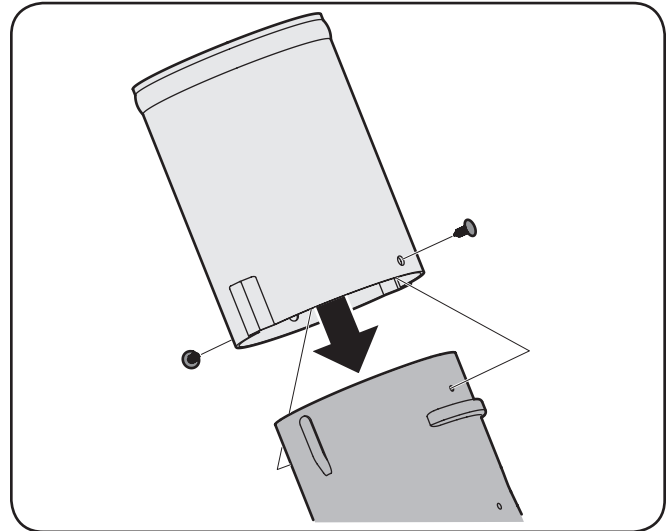

Figure 4-24
13. Installez l'adaptateur de la goulotte de descente sur le coude de la goulotte de descente en alignant les languettes et en glissant l'adaptateur sur le coude de la goulotte de descente, comme illustrée à la Figure 4-24. Fixez l'adaptateur de la goulotte de descente en installant les deux agrafes de cliquet incluses dans le jeu de montage dans les trous fournis.